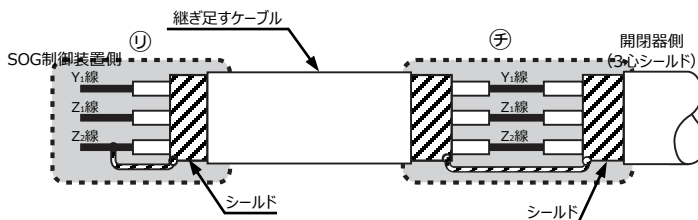

図10 ケーブルの継ぎ足し
①シールド内はY1、Z1、Z2の3心のみとしてください。
②開閉器側制御ケーブルの端末は、シールド線をZ2端子にはんだ付けしていますので、継ぎ足す場合にはシールド線を外し、端子記号を合わせて接続してください。また開閉器側のY1、Z1、Z2のシールド線と継ぎ足すケーブル側のシールドを接続してください。(図10)
③継ぎ足した側のケーブル端末は、SOG制御装置側でシールドとZ2端子を接続してください。(図10)